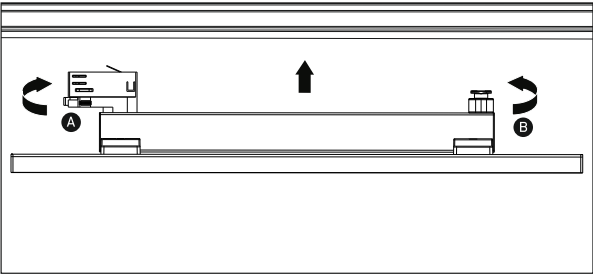

Рис. 2
- 5.7 Установите светильник в шинопровод. При установке необходимо соблюдать правильное расположение выступов на адаптере и шинопроводе (рис. 2).